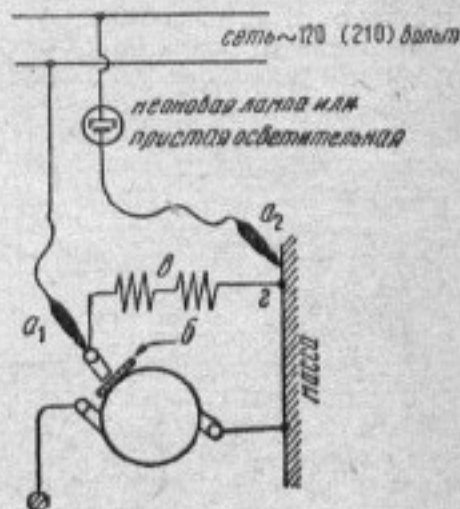

Рис. 1. Проверка обрыва обмотки возбуждения:
3. Если генератор не возбуждается, надо снять его с двигателя, аккуратно разобрать и проверить, нет ли обрыва в цепи обмоток возбуждения или якоря, а также короткого замыкания (соединения) обмоток с корпусом. Для этого провода осветительной сети нужно включить одним наконечником a_1 (через световую или лучше неоновую лампочку) в конец провода обмотки возбуждения, как показано на рис. 1, изолировав бумагой дополнительную щетку от коллектора. Если генератор уже разобран, то надо проследить, чтобы наконечник от этой дополнительной щетки не касался массы.